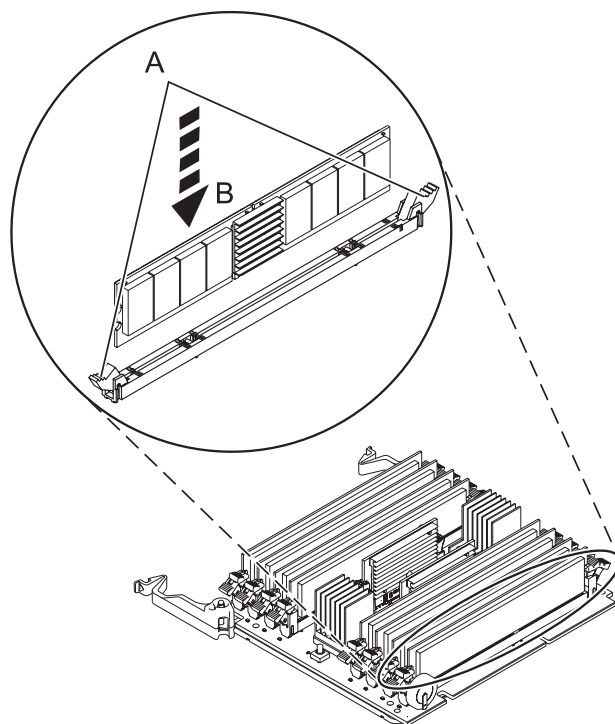

Abbildung 13. Speichermodul austauschen
13. Achten Sie darauf, dass die Verriegelungszungen (**A**) des Anschlusses nach außen in die entriegelte Position gedrückt sind (siehe Abb. 13), bevor Sie ein neues Speichermodul einsetzen.